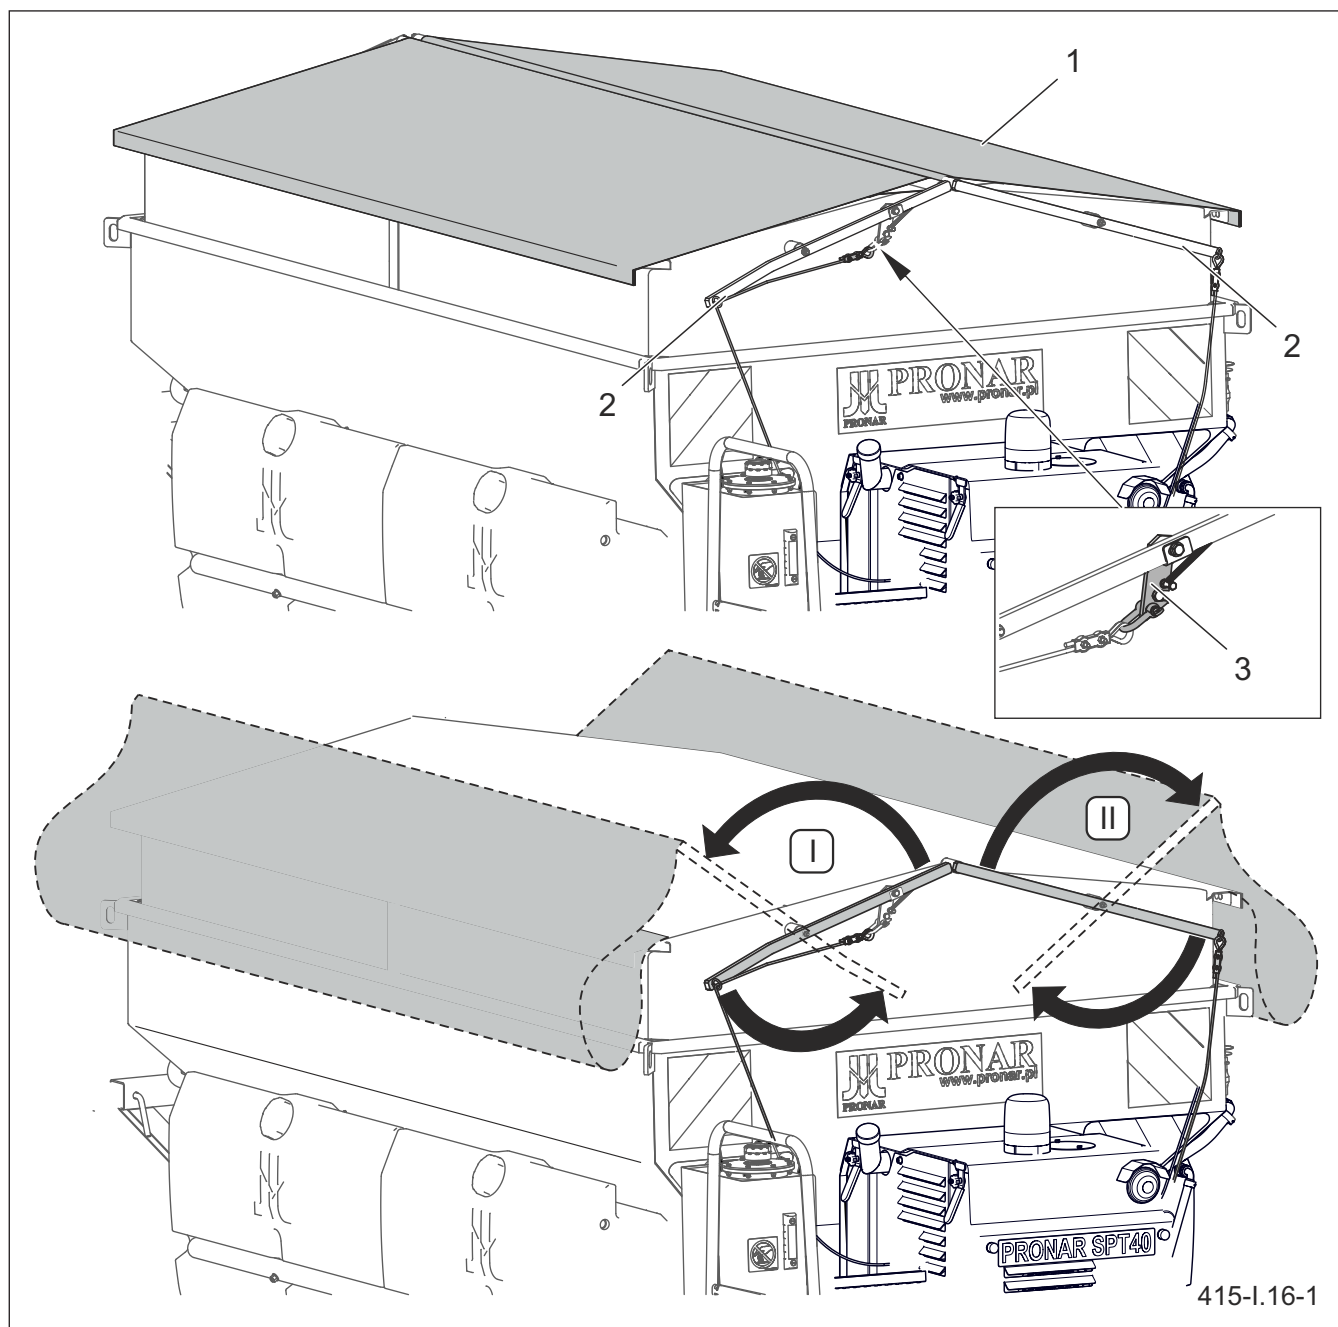

Рисунок 5.16 Закрытие тента бункера
- придержать лестницу (1) и вынуть страховочный шплинт (3),
- опустить лестницу (1) вниз.
При помощи тросика разблокировать собачку (3) и скатать тент при помощи рычага каркаса. Очередность закрытия и раскрытия (I) - (II) представляет (РИСУНОК 5.16).
материала. При загрузке необходимо использовать погрузчик или конвейер. Необходимо стремиться к равномерному размещению груза в бункере, поскольку это обеспечивает необходимую устойчивость разбрасывателя. Следует избегать сбрасывания груза с большой высоты. После загрузки нужно закрыть бункер тентом (РИСУНОК 5.16) и проверить правильность блокировки собачки (3).